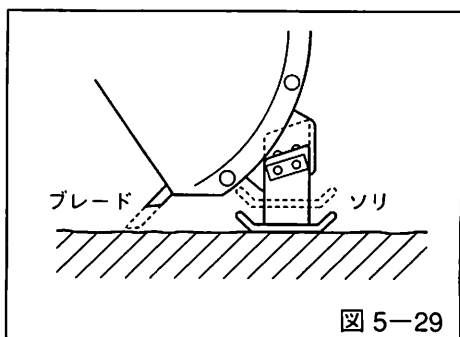

図 5-29
- 整地された路面、アスファルト路面を除雪する場合にはソリのボルトを緩めてソリを上を上げ、ブレードをソリと同じ高さにセットすれば、路面ストレスまできれいに除雪ができます。(図5-29参照)